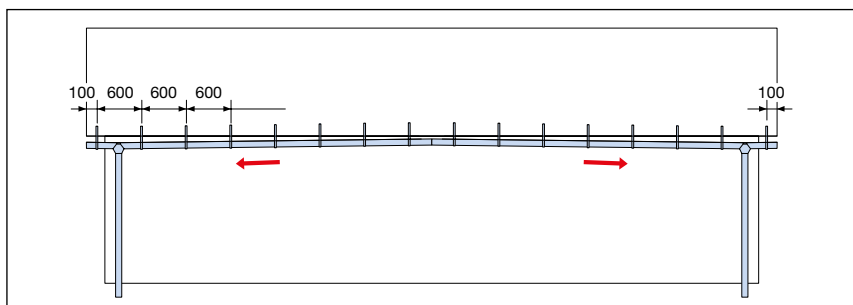

Fig. 2. Tagrende over 12 m.
3. Fastgør rendejern 300 mm til højre for markeringen for tudstykke og ca. 2,5 mm højere end rendejern til venstre (det laveste rendejern - se fig. 2).